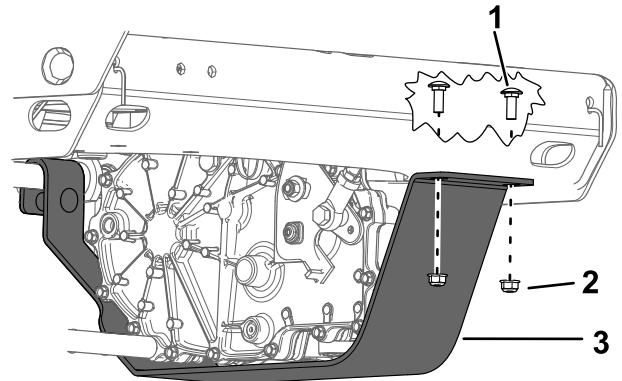

Bild 62
4. Entfernen Sie die beiden Schrauben und Muttern von den Getriebeschutzvorrichtungen (Bild 62).